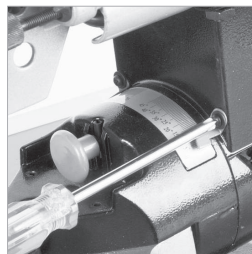

Fig. 15
- Afloje el tornillo del indicador de bisel con un destornillador Phillips del n.º 2. **(Fig. 15)**